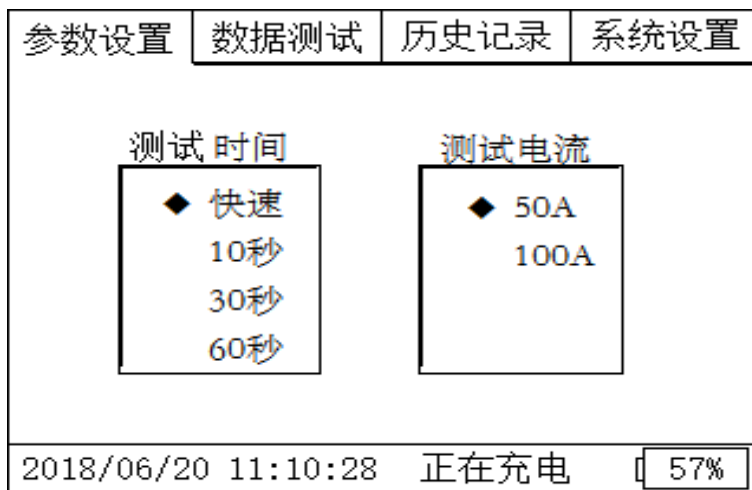

图 2
1. 开机后进入界面（图 2），选择快速或者使用的测试时间，选择测试电流。